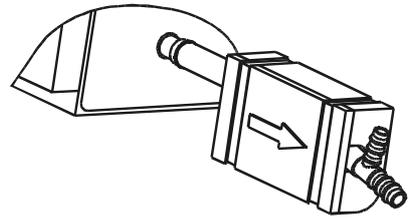

Abbildung 4:
- Am Entwässerungsrohr in der Nähe der Einheit einen Syphon anbringen, wie in Abbildung 4 dargestellt.